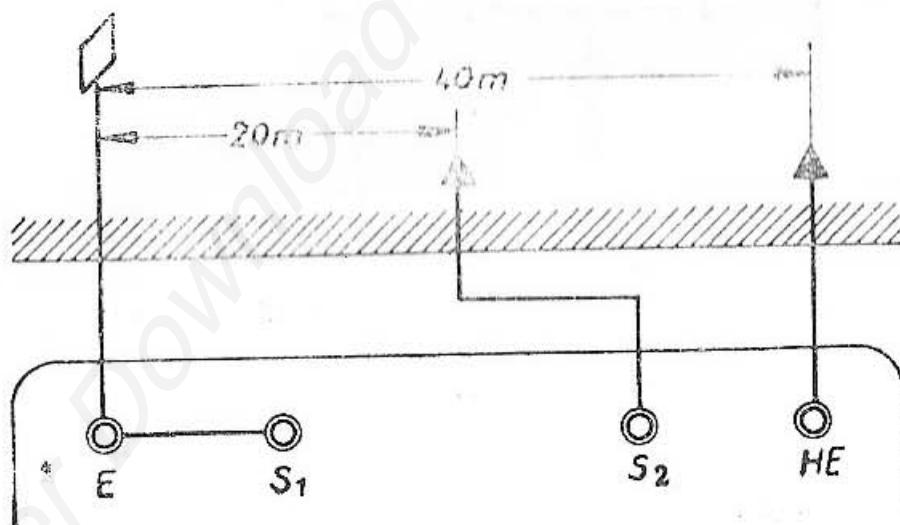

Abb. 2
7.12 Zuleitungen nach Abb. 2 verlegen. Erder an Klemme E, Sonde an Klemme S₂ und Hilfserder an Klemme HE.